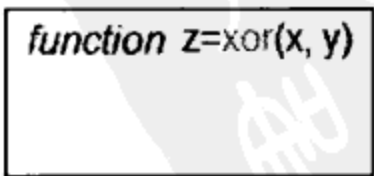

图 3.6.5 定义函数
(2) 单击?处进入编辑状态,用户可以在此定义所需要的函数。函数名的语法规则为:[n1,n2,n3...]=函数名(a1,a2,a3...),其中 n1,n2,n3 为返回值,a1,a2,a3 为参数值,如图 3.6.5所示。